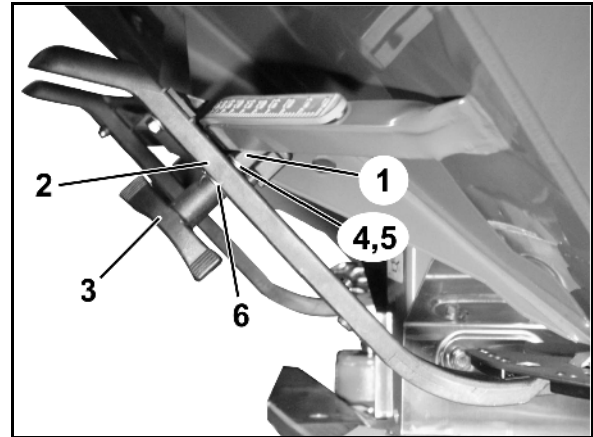

図 15
6. 設定レバー (図 15/2) 用にクランプ装置 (図 15/1) を次の手順でセットアップします。
7. 蝶ナット (図 15/3) を回して外します。
8. ねじを取り外し、両方のワッシャー (図 15/4) の位置を後 (図 15/5) と前 (図 15/6) で交換します。